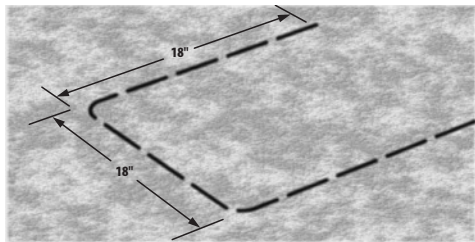

Figure 3
- À l'aide d'une pelle plate, marquer les trois côtés d'un U de 45 cm de côté et 15 cm de profondeur. (voir figure 3). Insérer la pelle sous la pièce de gazon à une profondeur de 10 cm et ramener le gazon en arrière pour laisser apparaître un trou dans le sol de 7 à 10 cm de profondeur. À environ 15 cm d'un côté de cette ouverture, creuser une ouverture et un trou semblables pour accueillir un regard de vanne de 18 cm. Ce regard de vanne (boîte de câblage) sera utilisé pour épisser des câbles additionnels de la sonde au câble de la zone identifié à l'étape 3. Creuser une tranchée depuis la boîte de câblage de 18 cm jusqu'à la base de l'ouverture carrée de 45 cm créée pour la sonde (voir figure 4).